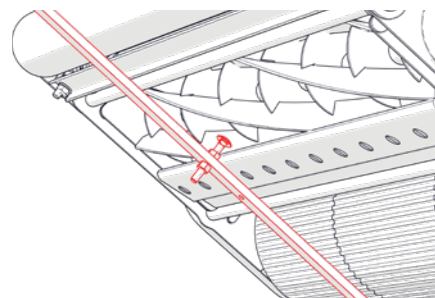

Fig. 8G - Ripetere la procedura sull'altro lato
8. Ripetere lo stadio 7 per la seconda posizione sull'altro lato della cassetta (Fig. 8G).